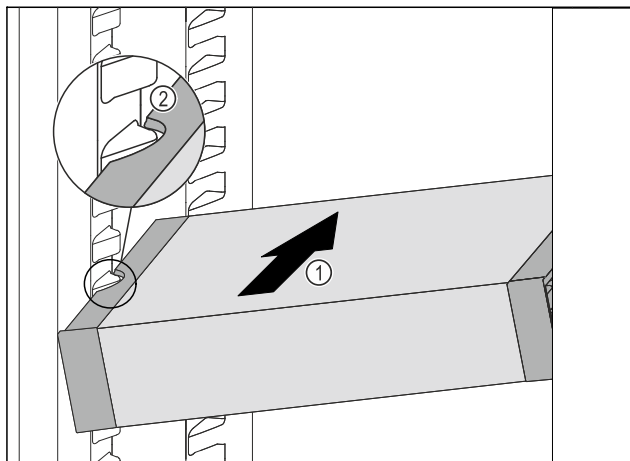

Fig. 63
- ▶ Вкарайте VarioSafe под ъгъл в хладилната част Fig. 63 (1), докато страничните прорези Fig. 63 (2) на VarioSafe се намират на височината на ребро на съда в хладилната част.